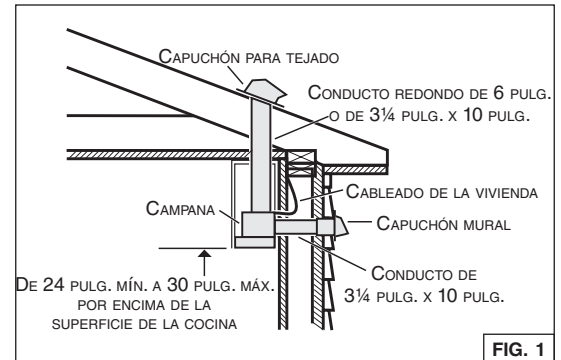

FIG. 1
1. Decida por dónde pasarán los conductos entre la campana y el exterior (FIG. 1).